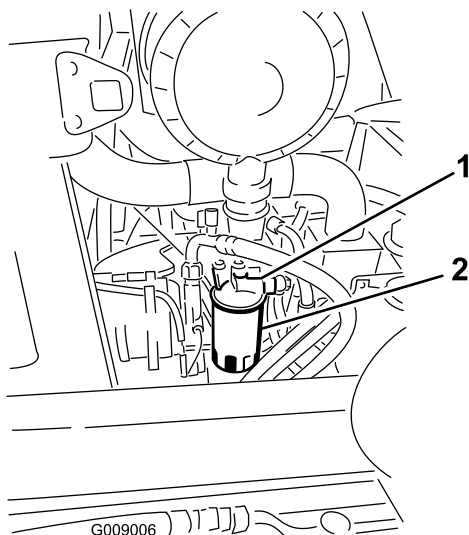

Figure 65
1. Nettoyez la surface autour de la tête du filtre à carburant (Figure 65).
2. Déposez le filtre et nettoyez la surface de montage de la tête du filtre (Figure 65).